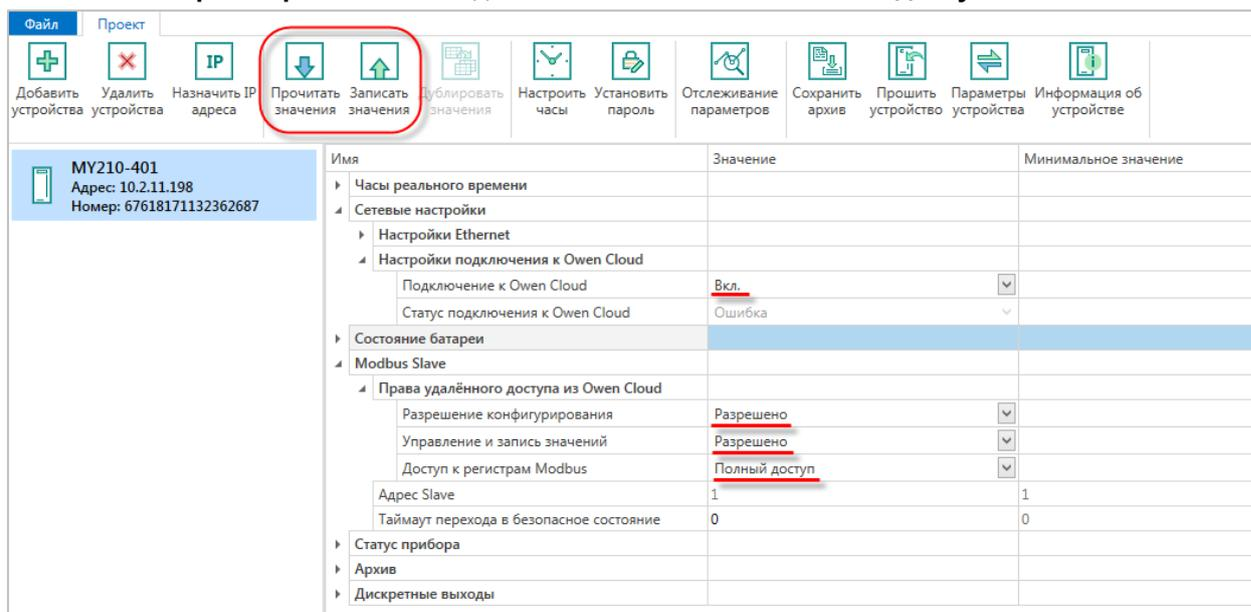

Рисунок 20.1 – Изменение настроек Mx210 для подключения к OwenCloud
- **Идентификатор** – введите **заводской номер модуля** (указан на корпусе модуля, а также в конфигураторе – см. рисунок 20.1);